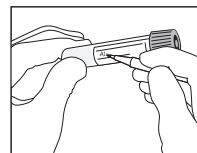

Fig. 4
6. Escriba la información de la paciente en la etiqueta del tubo o coloque la etiqueta de identificación de la paciente (Fig. 4).